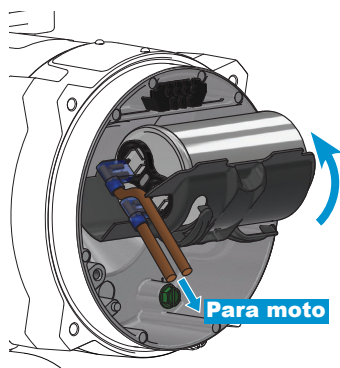

Figura 8
7. Vuelva a colocar la tapa de plástico haciendo rodar el condensador y el plástico contra los soportes metálicos en la parte inferior de la carcasa y luego encaje las pestañas de plástico en la pared de la carcasa metálica (consulte la Figura 8).